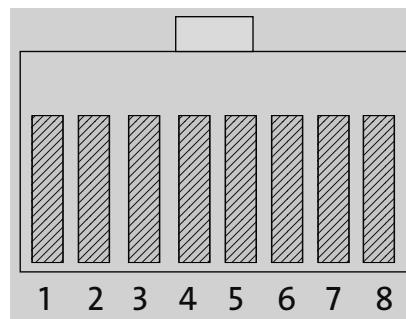
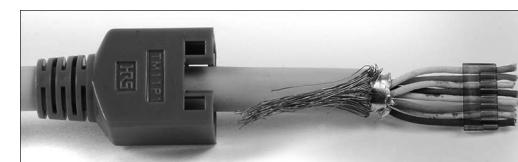

Abbildung 2.6 Belegung RJ45-Stecker, Ansicht von vorn mit oben liegender Rastnase
Abbildung 2.19 Zusammengedrillte Abschirmung, Adern durch Kammplatte gesteckt
An allen Kabeln kommt der achtpolige *Western-Stecker*, Typ RJ45, zum Einsatz. Die Kontakte sind durchnummert (Abbildung 2.6).
6. Ordnen Sie die Adern gemäß Tabelle 2.3 bis Tabelle 2.5 sowie Abbildung 2.6 an, und stecken Sie deren Enden durch die Kammplatte (Abbildung 2.19).
- ▶ Verwenden Sie ein Patchkabel, und schneiden Sie einen Stecker ab. Kämmen Sie die Adern aus, isolieren Sie die Enden knapp ab, und schieben Sie eine Kammplatte (siehe RJ45-Stecker, Abbildung 2.19 und Abschnitt 2.1.7, »Montage von RJ45-Steckern«) über die Adernenden, sodass kein Kurzschluss möglich ist. Diese freien Enden berühren Sie mit der Spitze des Tastkopfes.